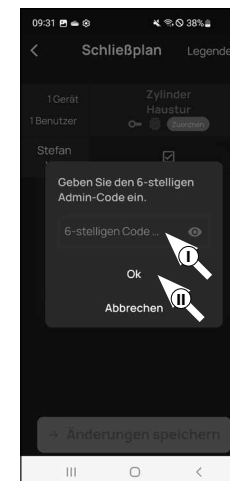

Fig. 5
- Verrà chiesto di eseguire la verifica tramite il codice amministratore. Inserire il codice e confermare con "OK" (Fig. 5).